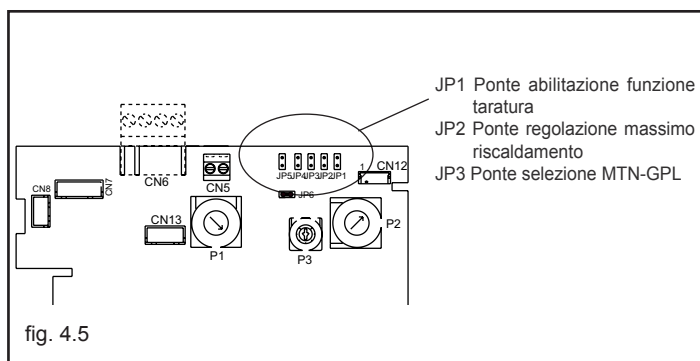

fig. 4.5
La funzione "regolazione elettrica" viene attivata e disattivata esclusivamente dal jumper (JP1) (fig. 4.5).
- inserire il jumper JP1 (fig. 4.5) per abilitare le manopole poste sul pannello di comando alle funzioni di regolazioni del minimo e del massimo riscaldamento.
- inserire il jumper JP2 (fig. 4.5)
- sulla scheda di controllo (fig. 4.5):